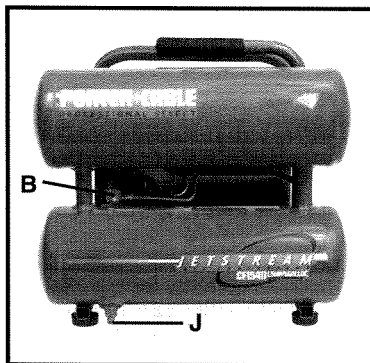

Fig. 2
Válvula de retención (B), Fig. 2: Cuando el compresor de aire está funcionando, la válvula de retención está “abierta”, permitiendo que entre aire comprimido en el tanque de aire. Cuando el compresor de aire alcanza la presión de “desconexión”, la válvula de retención se “cierra”, permitiendo que el aire a presión permanezca en el interior del tanque de aire.
Válvula de drenaje (J), Fig. 2: La válvula de drenaje está ubicada en la base del tanque de aire inferior y se utiliza para drenar la condensación al final de cada uso.
- c. Gire la válvula de drenaje (J), Fig. 2 hasta abrirla completamente, para impedir la acumulación de presión de aire en el tanque.